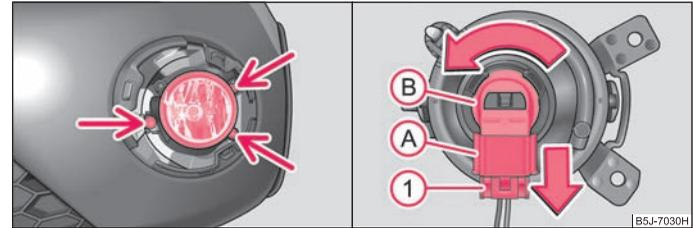

Abb. 168 Vorderer Stoßfänger: Nebelscheinwerfer / Lampenwechsel
- Drehen Sie mit Hilfe des Schraubendrehers*, der Bestandteil des Bordwerkzeugs¹⁷⁾ ist, die Schrauben heraus ⇒ Abb. 168.
- Drücken Sie die Sicherung **(1)** ⇒ Abb. 168 des Steckers **(A)** und nehmen Sie den Stecker aus der Fassung **(B)** heraus.